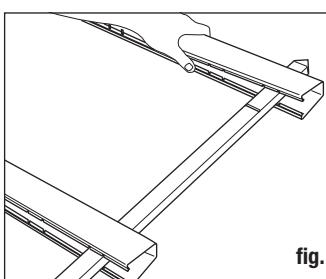

fig. 3
- Continúe empujando la estaca a través del pretil inferior en la estriccion y orificio del segundo pretil (fig. 3). El segundo pretil se convierte en el pretil superior del ensamblado. Deténgase cuando la pestaña en el pretil inferior y la muesca de la estaca lleguen a alinearse. **NO DESLICE PRESIONANDO PARA QUE QUEDA EN SU LUGAR**.